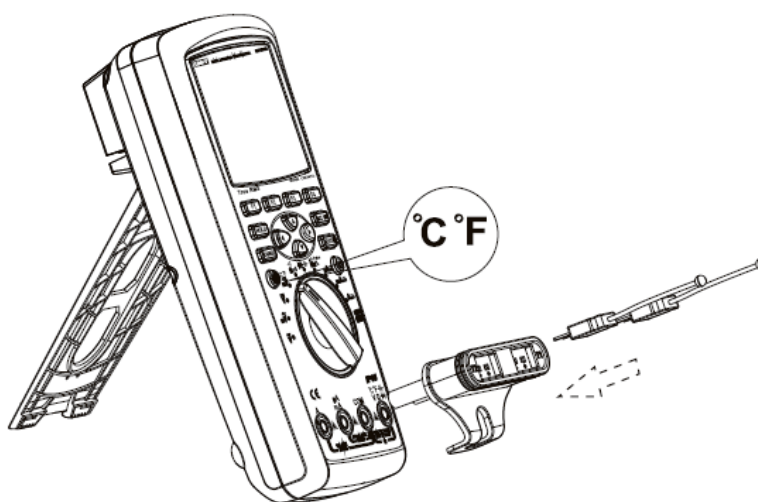

Рисунок 13
12. Измерение температуры (Рисунок 13)